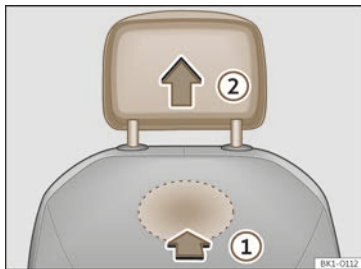

Abb. 101 Kopfstütze vorne ausbauen.
- Lokalisieren Sie zum Entriegeln der Kopfstütze die Aussparung im markierten Bereich auf der Rückseite der Sitzlehne und drücken Sie in Pfeilrichtung >>> (Abb. 101) ①.
- Ziehen Sie die Kopfstütze in Pfeilrichtung ② heraus.